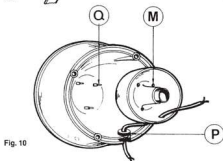

Fig. 10
- Posizionare l'ugola G all'interno della tromba H, verificando che le sporgenze di posizionamento G all'interno della tromba H entrino nei fori M (fig. 10).
- Place the first part of the horn G inside the horn H checking that the positioning blocks G inside horn H slip into holes M (fig. 10).
- Placer le cône G à l'intérieur du pavillon H, vérifier que les saillies de mise en place G à l'intérieur de pavillon H entrent parfaitement dans les trous M (fig. 10).